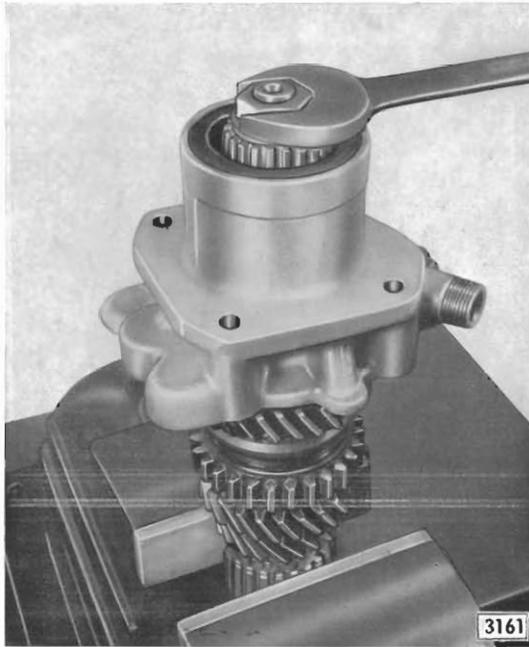

Bild 22 - Mutter von Hauptwelle abschrauben
19. Hauptwellen-Zahnradblock unter Verwendung von Schutzbacken in Schraubstock einspannen, Mutter auf Hauptwelle entsichern und abschrauben (Bild 22).